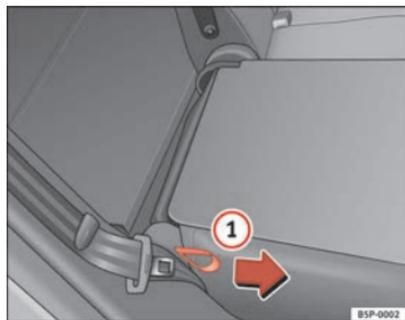

Fig. 101 Abatir o levantar el respaldo del asiento posterior
- Tire del lazo situado en el lateral del asiento ⇒ fig. 101 ① en la dirección de la flecha y levante el respaldo hasta que encastre.